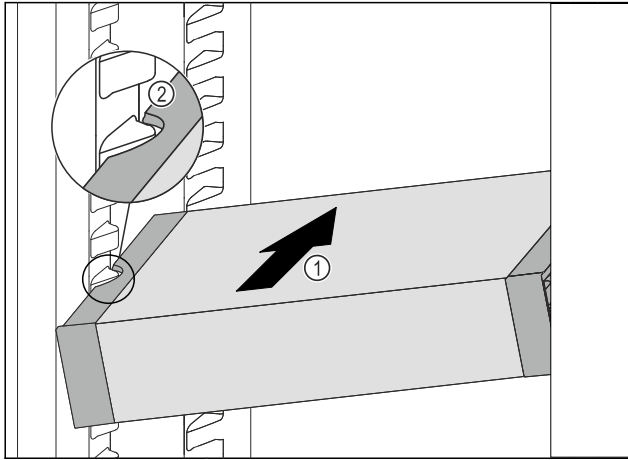

Fig. 123
- ▶ 将 VarioSafe 斜插入冷藏区中 Fig. 123 (1)，直至 VarioSafe 的侧部凹槽 Fig. 123 (2) 与冷藏区中的容器肋梁持平。